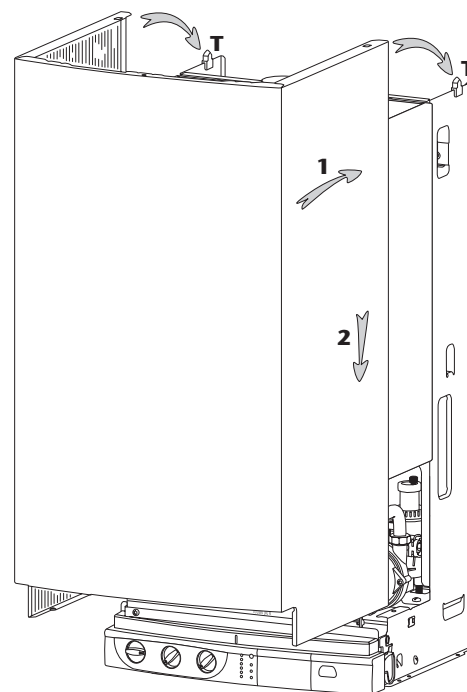

Abb. 20
- verkleidung vorhalten (Abb. 20)